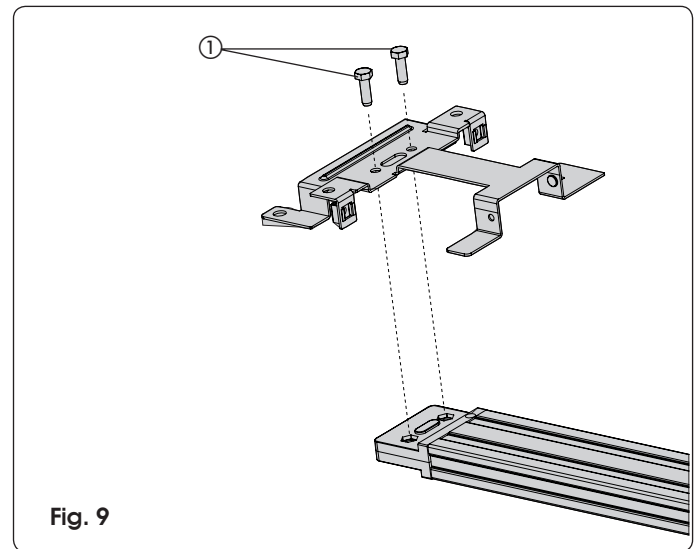

Fig. 9
Prima di fissare la guida di scorrimento al soffitto, assemblare l'attacco posteriore nell'apposita sede sul gruppo innesto trazione ed avvitare le viti come indicato in Fig. 9 rif. ①.